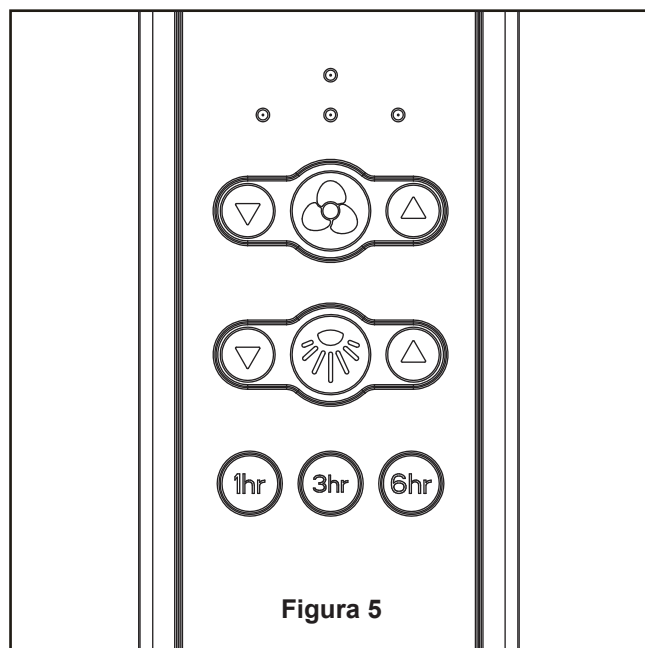

Figura 5
4. Una vez realizadas las conexiones, los cables deben ser colocados de forma extendida poniendo el conductor de la toma de tierra y el conductor de toma de tierra del equipo a un lado de la caja, colocando el conductor sin toma de tierra en el otro lado de la caja, luego gire los conductores hacia arriba y, con cuidado, colóquelos dentro de la caja de salida; con los conductores blancos y verdes hacia un lado y los conductores negros hacia el otro. (Figura 5)
5. Instale la ensamble de kit de iluminación en la ensamble de la placa de iluminación usando las dos ranuras principales. Vuelva a colocar el tornillo retirados previamente y asegure los tres tornillos. (Figura 5)
5. Funciones del control remoto: (Figura 5)